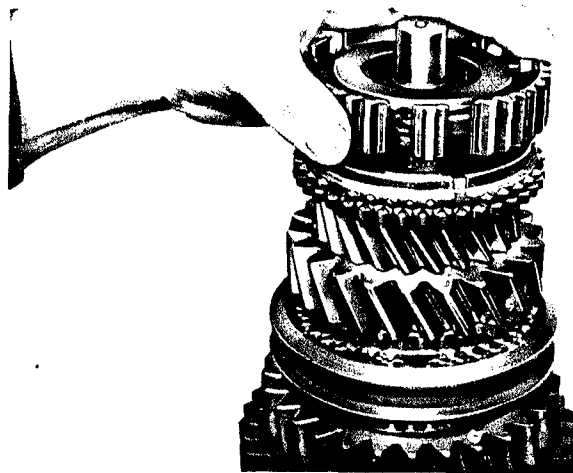

Fig. 37
18. Porter le synchroniseur de la 4e et de la 5e vitesse (407) à une température d'environ 80°C et l'emmancher sur la denture, le côté le plus long du moyeu en premier (fig. 37). A cet effet, utiliser aussi l'outil spécial „9". Engager un jonc d'arrêt (403) qui doit bien serrer dans la rainure radiale. Ce jonc existe dans les épaisseurs suivantes: 2,3, 2,4 et 2,5 mm.